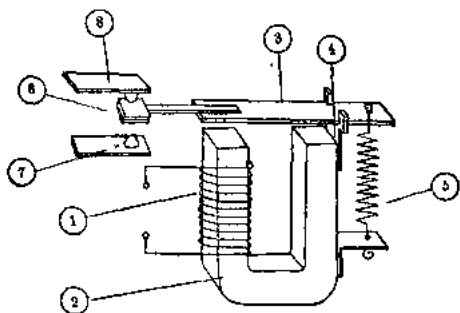
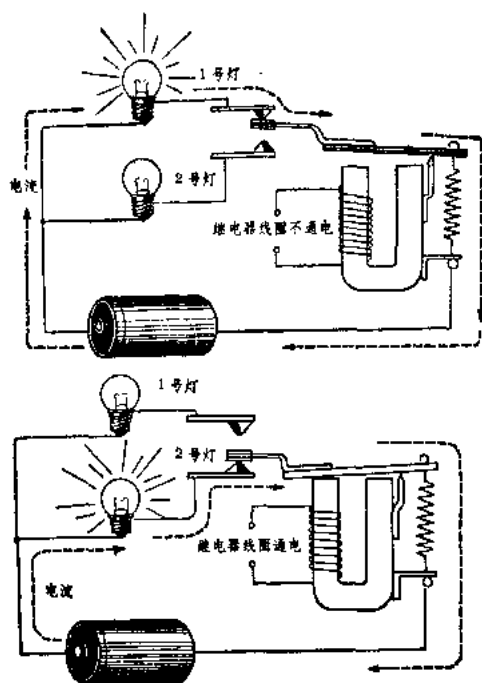

图 2-6
图 2-7
继电器——它是本书所介绍的各种光电控制模型中都要用到的。它的简单结构和工作原理如图 2-6 所示。图中①是线圈，②是铁芯。当在线圈上通过足够大的电流时，在铁芯上产生了电磁吸力，克服弹簧⑤的拉力，吸动衔铁③，衔铁③会在支架④上往下移动。当线圈不通电时，便靠弹簧⑤的作用力使衔铁离开铁芯。在衔铁上有一个动触点⑥，它随着衔铁上下运动。当线圈通电吸动衔铁向下时，衔铁上的动触点⑥就同下面的固定触点⑦接通。动触点⑥和固定触点⑦在线圈不通电时，它们是不接通的，因此把触点⑦叫做“常开触点”。线圈不通电，在弹簧⑤的拉力下使衔铁向上，动触点⑥与上面的固定触点⑧接通。由于线圈不通电时，动触点⑥和固定触点⑧总是闭合着的，所以把触点⑧叫做“常闭触点”。由此可见，继电器的作用好象是一个用电操纵的开关。继电器线圈通电后能使⑥、⑦触点接通。继电器线圈断电则使⑥、⑧触点接通。它是一个可以不必直接用手来拨动的开关。图 2-7 所示，是通过继电器控制线圈的通电或断电，利用它的“常开”或“常闭”触点来控制小灯泡的亮、暗。如把图中的小灯泡换成小电动机，则就可以自动控制电机的转动了。
4) 按图 2-7 的线路接线,用 9 伏电池给继电器的线圈通